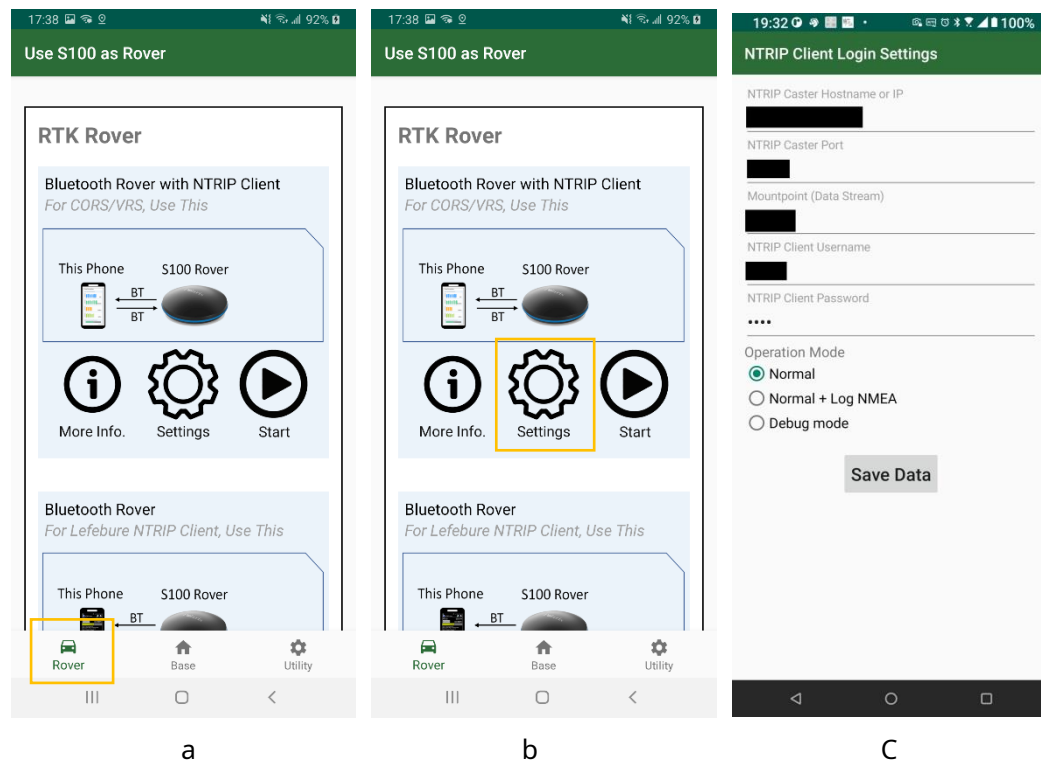

Figura 4-2
2. Haga clic en Configuración (Figura 4-2 b) y configure la información de inicio de sesión NTRIP (Figura 4-2 c). La información de inicio de sesión debe obtenerse del proveedor de servicios de corrección RTK.